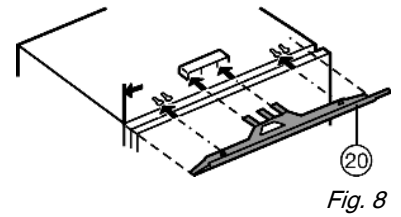

Fig. 8
- Fije el panel de compensación Fig. 8 (20) del lado del tirador con precisión ← a la pared lateral del aparato: insértela en el asiento de brida y engánchela en los orificios.